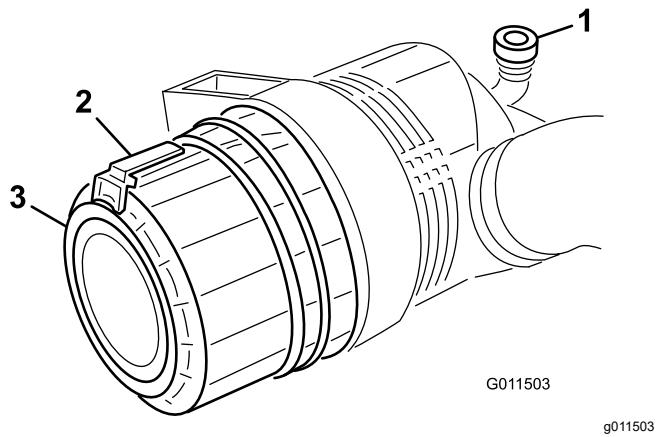

Figura 54
- Puxe o trinco para fora e rode a cobertura do filtro de ar no sentido contrário ao dos ponteiros do relógio (Figura 54).